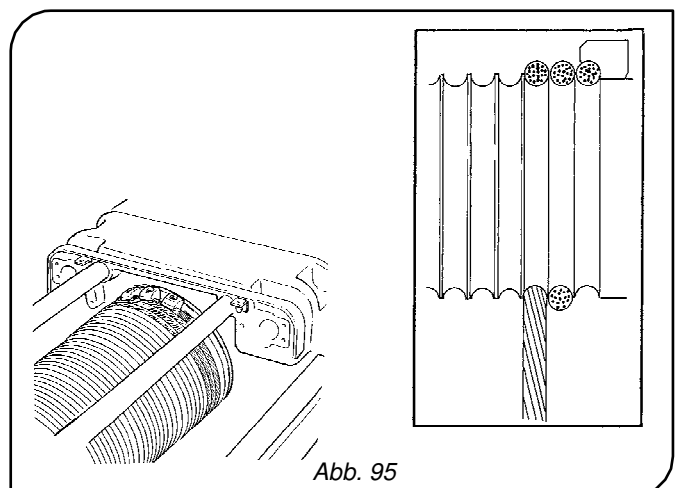

Abb. 95
- **Bei der Einstellung der Tiefstposition des Hakens MUSS sichergestellt werden, dass das Seil immer in mindestens 3 vollständigen Windungen um die Trommel gewickelt bleibt (Abb. 95).**